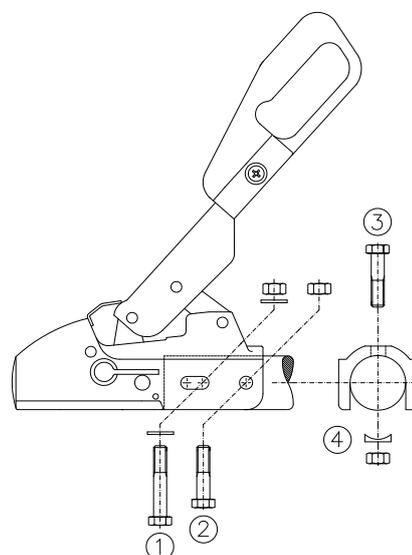

Bild 3: Anschluß
2.2 Die Zugkugelkupplung WS 3000 D kann mit Längs- (1)+(2) oder Kreuzverschraubung (1)+(3) und den Lochabständen von 40/50/54 mm montiert werden. Die Zugkugelkupplung WS 3000 H kann mit Kreuzverschraubung (1)+(3) und dem Lochabstand 40 mm montiert werden. Das Befestigungsmaterial gehört zum Lieferumfang und ist wie folgt einzusetzen: (Bild 3)
2.3 Wird die Zugkugelkupplung WS 3000 als Ersatz für einen anderen Kuppelungstyp eingesetzt, so ist bei Auflaufeinrichtungen darauf zu achten, daß der Stoßdämpfer wieder vorschriftsmäßig montiert und evtl. im Zugrohr vorhandene Distanzrohre korrekt aufgefädelt werden. Als Hilfsmittel bitte die mitgelieferten Bolzen $\varnothing 12 \times 34$ mm oder $\varnothing 12 \times 49$ mm je nach Deichseldurchmesser verwenden. Bolzen als Durchschlag der Befestigungsschraube (2) oder (3) (Bild 3) je nach Befestigungsart des Stoßdämpfers verwenden und während der Montage der Zugkugelkupplung zur Zentrierung des Stoßdämpfers im Zugrohr stecken lassen. Beim Durchstecken der neuen Befestigungsschraube, Bolzen wieder entfernen.